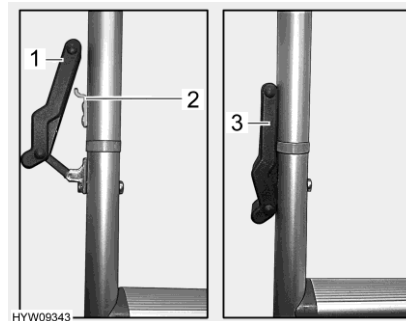

Bild 57 Verschluss (Aufstiegsleiter)
- Auf beiden Seiten Gummiverschlüsse (Bild 57,1) in Haken (Bild 57,2) einhängen und nach unten drücken. Sicherstellen, dass die Gummiverschlüsse (Bild 57,3) fest an den Holmen anliegen.
- Gummiverschlüsse (Bild 57,3) lösen.